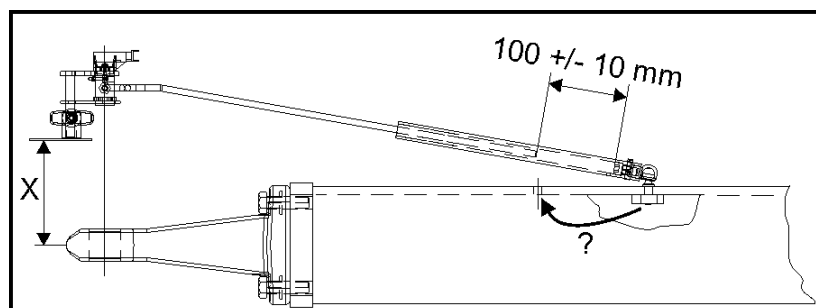

Fig. 119
- Maintenez la distance la plus petite possible entre le point d'accouplement et le transmetteur d'angle de rotation (Fig. 119/ X) (en particulier en cas de timon pour barre d'attelage).